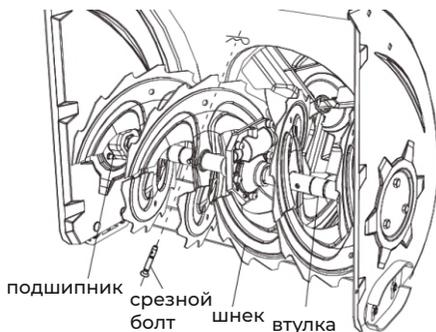

Рис. 26
Не реже одного раза в сезон снимайте оба колеса. Перед повторной установкой колес очистите оси и смажьте их универсальной смазкой внутри вала, вокруг втулок. Также смажьте фланцевые подшипники, расположенные на обоих концах вала (рис. 26).
- Шнек крепится к валу с помощью двух срезных болтов и шплинтов. Если шнек наткнется на посторонний предмет или наледь, сработают срезные болты. Их срежет, но срезные болты предотвращают повреждение шестерен редуктора и коробки передач (рис. 26).